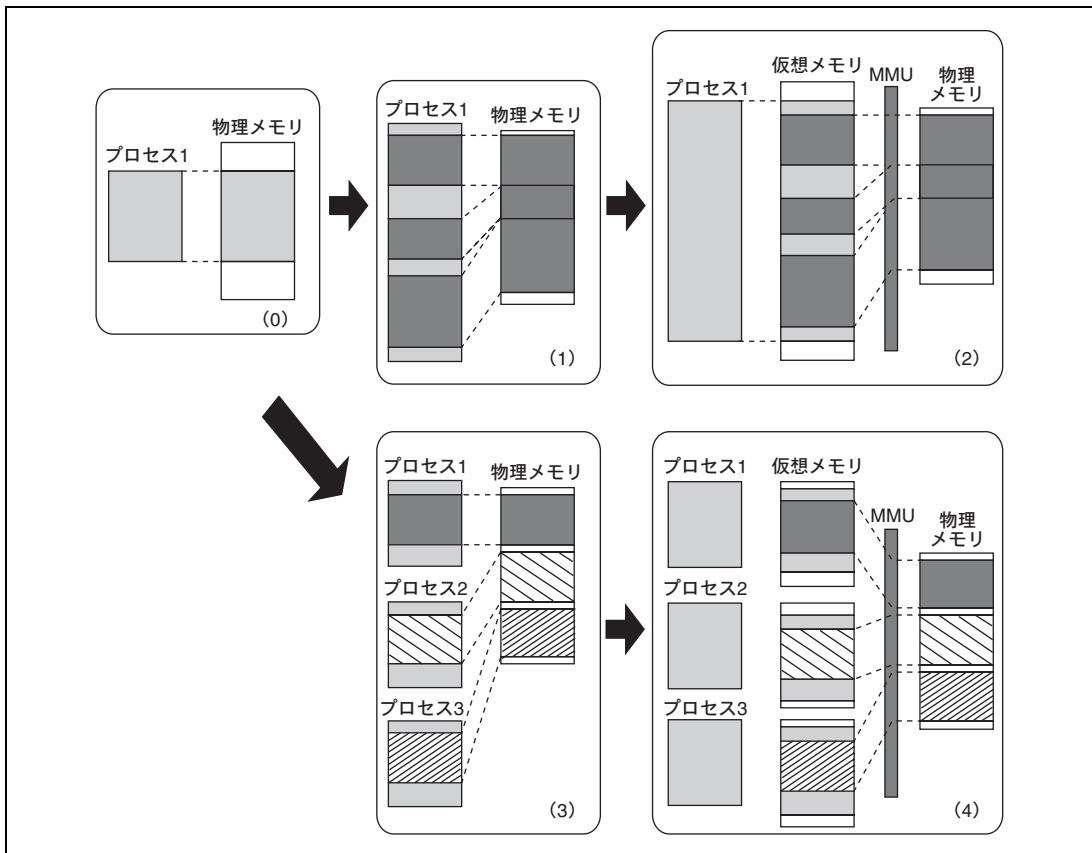

図 2.27 MMU の役割
MMU とは物理メモリを有効に利用するために考え出された機能です。図 2.27 (0) に示すように、プロセスのサイズが物理メモリより少ない場合、プロセスのすべてを物理メモリへマッピングすることが可能です。しかしプロセスのサイズが増大し、物理メモリに収まらない場合、プロセスを分割して実行に必要な部分を随時物理メモリへマッピングする必要が生じます (図 2.27 (1))。この物理メモリへのマッピングをプロセス自身が考えながら実行しているのは、プロセスにかかる負担が増大します。この負担を軽減するために物理メモリへのマッピングを一括して行おうとして生まれた考え方が仮想記憶方式です (図 2.27 (2))。仮想記憶方式では物理メモリに比べて十分に大きな仮想メモリを用意します。プロセスはこの仮想メモリにマッピングされます。このためプロセスは仮想メモリ上での動作だけを考えていけばよくなります。仮想メモリから物理メモリへのマッピングには、MMU が用いられます。通常、OS が MMU を管理しており、プロセスが必要とする仮想メモリを円滑に物理メモリへマッピングできるように物理メモリの入れ替えを行います。物理メモリの入れ替えは 2 次記憶などの間で行われます。
こうして生まれた仮想記憶方式は、複数のプロセスが同時に走行するタイムシェアリングシステム (TSS) の上で威力を発揮します (図 2.27 (3))。TSS 上で走行する複数のプロセスが、おのおの物理メモリへのマッピングを意識しながら動作していたのでは効率が上がりません。この効率を上げ、各プロセスの負担を減らすために仮想記憶方式は使われます (図 2.27 (4))。この仮想記憶方式ではプロセスごとに仮想メモリが割り当てられます。MMU は複数の仮想メモリを効率よく物理メモリへマッピングする働きをします。さらに、あるプロセスが別のプロセスの物理メモリに誤ってアクセスしないように、MMU には記憶保護の機能も備わっています。